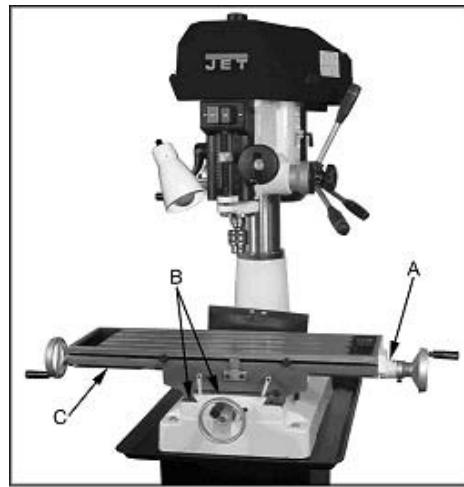

Рис. 13
- Винт перемещения ось X (C, Рис. 13)
Смазать через пресс-масленку (A, Рис. 13)
Смазать по всей длине (B, C, Рис. 13).